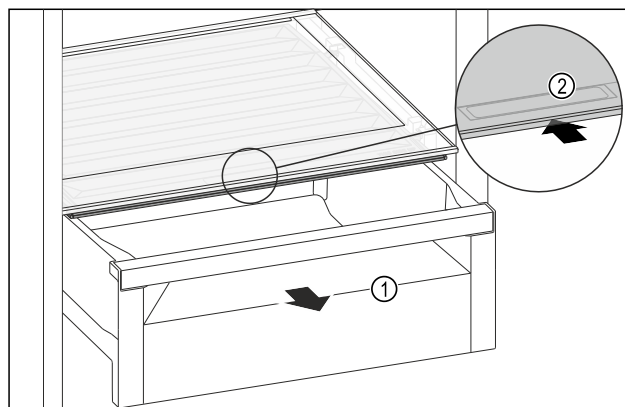

Fig. 147
- Trekk ut skuffen Fig. 147 (1).
- Ta tak i det innfelte grepet Fig. 147 (2) på lokket, og skyv lokket samtidig bakover.